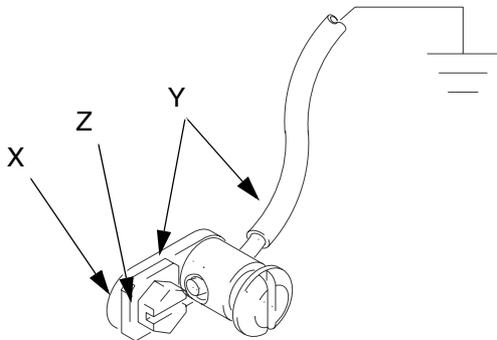

FIG. 6: Vite di terra
**Se si dispone della vite di messa a terra illustrata nella FIG. 6,** si deve ordinare il filo di messa a terra n. parte 222011, il terminale dell'anello e il gruppo del morsetto (Y). Per installare il 222011, rimuovere la vite di messa a terra (Z) e inserirla attraverso l'occhiello del terminale dell'anello (X), quindi serrare la vite di messa a terra nuovamente nel motore pneumatico come illustrato nella FIG. 6. Collegare l'altra estremità del filo a una presa di terra efficace.